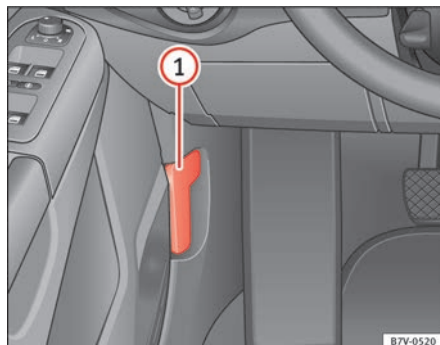

Fig. 166 En la zona reposapiés, en el lado del conductor: Palanca para el desbloqueo del capó del motor.
- Antes de abrir el capó, asegúrese de que los brazos del limpiaparabrisas reposen sobre el parabrisas ⇒ ①.
- Tire de la palanca de desbloqueo en la dirección de la flecha ⇒ fig. 166. Por la reacción resorte del muelle, el capó del motor sale impulsado del elemento de bloqueo de la pieza portacierres ⇒ ⚠.